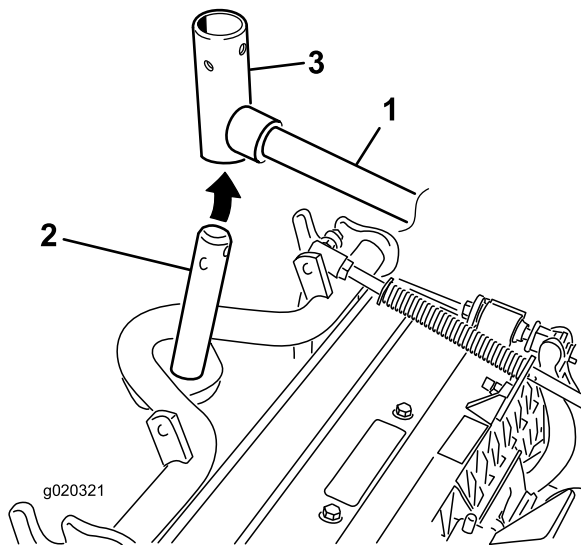

図 7
8. フロントに取り付けるカッティングユニットは、昇降アームの下に入れるときにキャリアフレームのシャフトを立てて昇降アームのピボットヨークに挿入する（図 7）。
- B. 昇降アームのヨークをキャリアフレームのシャフトに通す（図 7）。